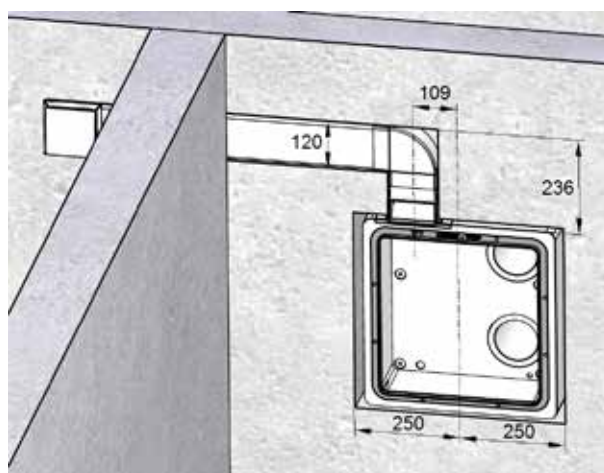

Fig. 11: Esempio di guida per canale piatto, misure in millimetri
- ▶ Con la scanalatrice per muri, fresare incavi per altre guide per canale piatto in base come previsto dai propri documenti di progettazione. Nella Fig. 11 si trova un esempio di posa di un canale piatto. La Fig. 33 e la Fig. 34 a pagina 27 mostrano altri esempi con due canali piatti.